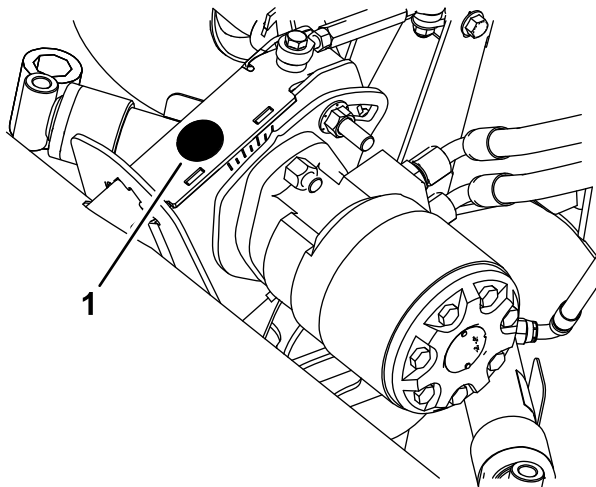

Figura 20
3. Retire el tapón de goma de la carcasa de la cadena e insértelo en la carcasa hacia arriba (Figura 20).